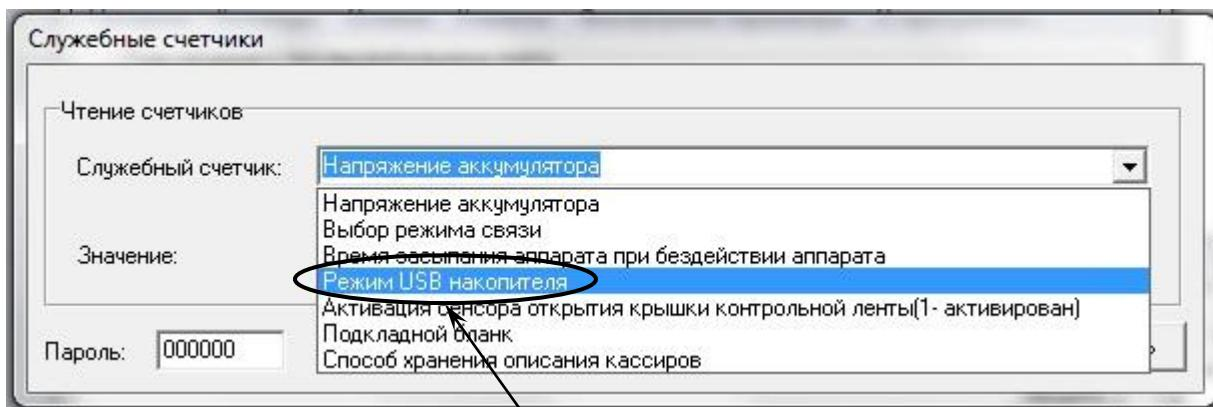

Рисунок 40
– у вікні, що з'явилося, у випадаочому списку поля «Служебный счетчик» обрати пункт «Режим USB накопителя» (рисунок 40);